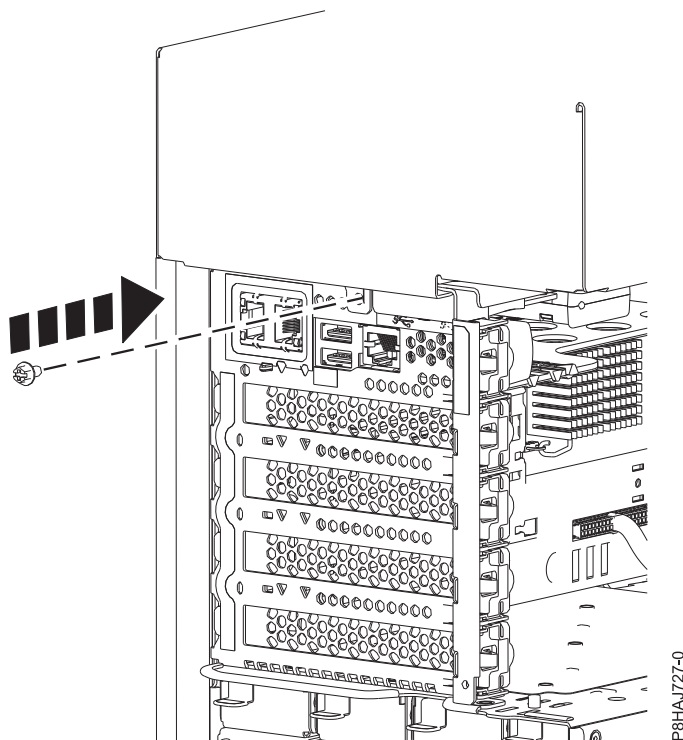

Figura 53. Instalar o parafuso da tampa lateral do 8286-41A
5. Instale o parafuso da parte posterior da tampa lateral com uma chave Phillips conforme demonstrado na Figura 53 na página 68.